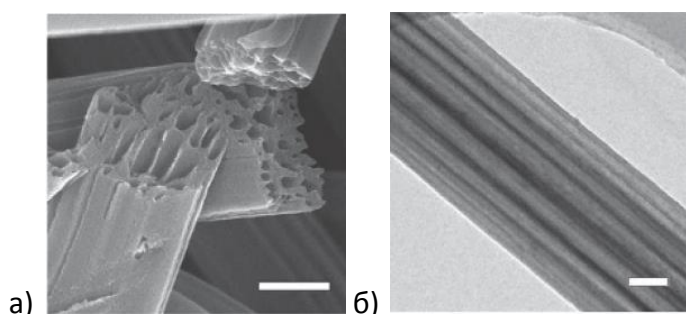

Рис. 2. Микрофотографии НУВ:
Рассмотрим реально полученное НУВ (рис. 2), которое имеет следующие параметры:
3. Какое из полученных значений d отвечает микрофотографии реального НУВ (рис. 2)? (1 балл) Рассчитайте для него объемную долю пор в волокне ω . (1 балл)